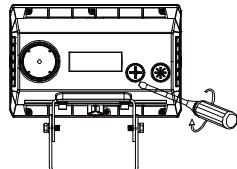

figura 15
Paso 1: Abre la clavija metálica en sentido antihorario con un destornillador. A continuación, desliza el interruptor arriba y abajo para ajustar el regulador de potencia o el controlador CCT, según sea necesario (figura 15).